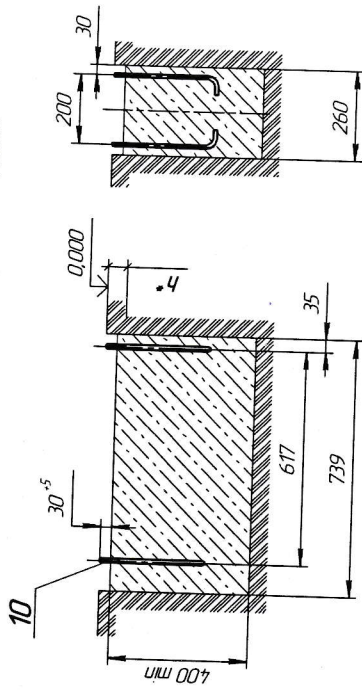

Рис. 3 (ударопоглощающее покрытие показано условно)
12.3.2 Подготовить приямок по схеме на рис. 3. Необходимая глубина приямка под заливку бетона определяется УСТАНОВЩИКОМ исходя из типа грунта в месте установки, но не менее 400 мм.